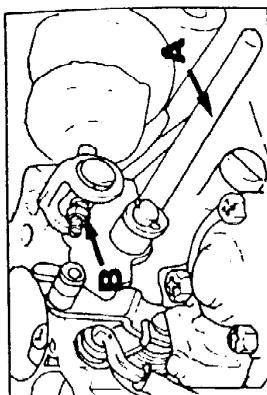

Рис. 8 Регулировка частоты вращения холостого хода - начальная
- Переверните карбюратор, полностью втолкните тягу вакуумного блока и поместите калибр (A, Рис. 8) или сверло диаметром 9,5 мм между приводным рычагом термоуплана и корпусом карбюратора.
- Если эта первоначальная установка не верна, ослабьте контргайку (B, Рис. 8) и отрегулируйте длину тяги термоуплана для получения необходимого разме-ра.